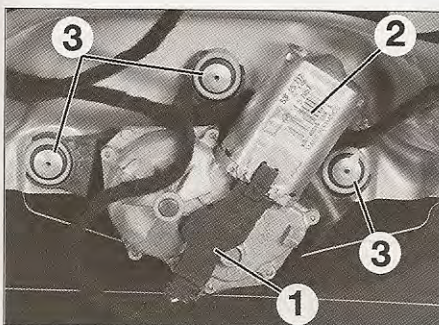

FIG. 55
- Desconectar el conector (1) del motor (2) (fig. 55).
- Taladrar la cabeza de los remaches (3) de fijación del motor (2).